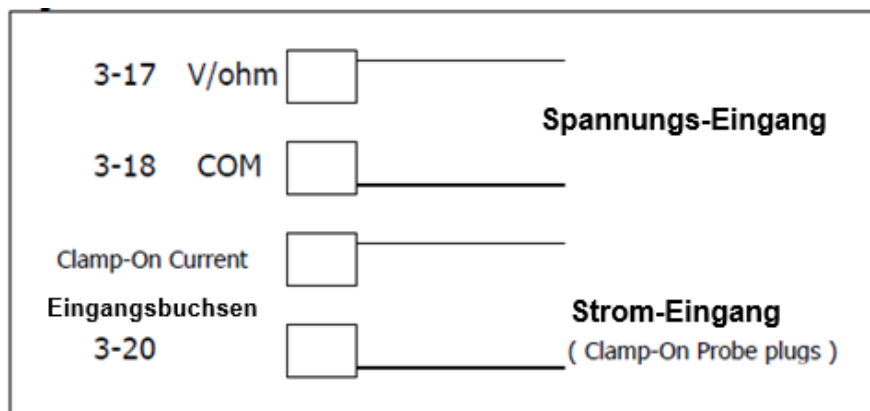

Abb.4
1) Verbinden der Kabel nach folgendem Schema (s. Abb. 4)
„V“-Eingangsbuchse (3 – 17, Abb. 4) und „COM“-Eingangsbuchse (3 – 18, Abb. 4)
Verbindung des Zangenanlegers (1 AC mV pro 1 ACA), mit den „Clamp-On Current Input“-Eingangsbuchsen (3 – 20, Abb. 4).